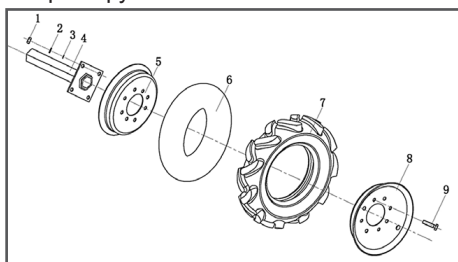

Рис. 3 Установка колеса на мотоблок 1.Гайка 2.Гровер-шайба 3.Шайба 4.Ось колеса 5.Диск 6.Камера 7.Покрышка 9.Болт
5. Установите оси колес на диски с помощью крепежа (Рис. 3).